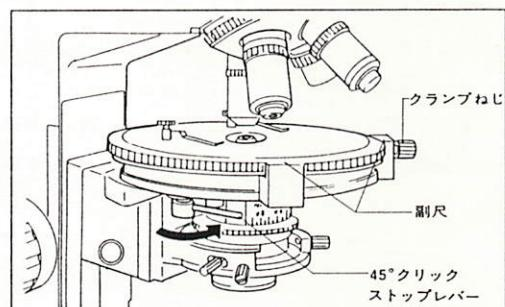

図 19
- 45° クリックストップレバーを手前へ引くと、そのときの方針から 45° 毎にクリックストップが働きます。消光位から対角位への移行が容易にかつ確実に行えます。(図19)